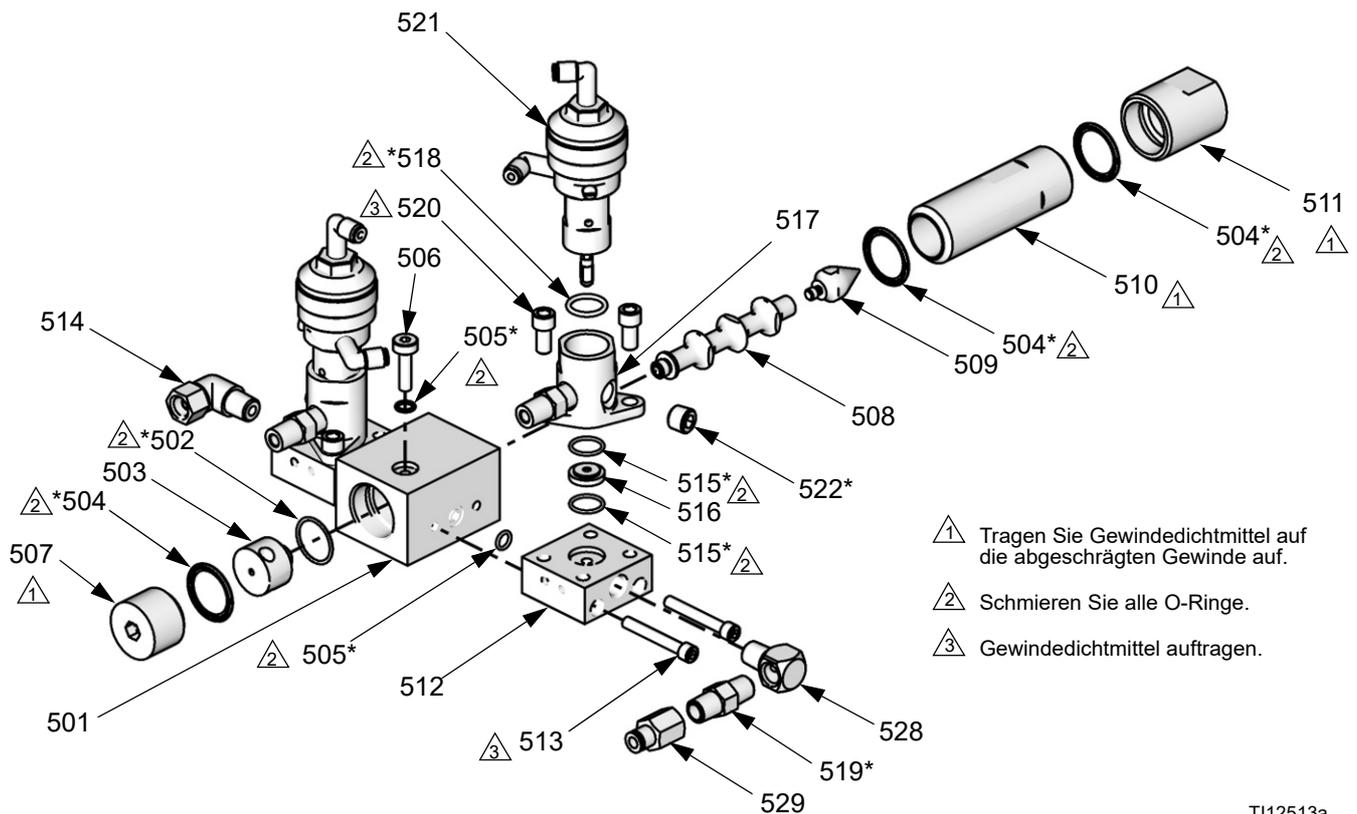

ABB. 35: Reparatur des Verteilers
5. Schrauben Sie die Dosierkammerkappe (511) vom Gehäuse (510) ab. Überprüfen Sie den Mischer (508) und die Mischerkappe (509). Ersetzen Sie die O-Ringe (504*). ABB. 35.
6. Schrauben Sie den Dosierkammer-Verteilerstopfen (507) ab. Entfernen Sie die Dosierkammer-Basis (503). Ersetzen Sie beide O-Ringe (502*, 504*).
8. Entfernen Sie die Schrauben (520) und Adapter (517). Überprüfen Sie den Sitz (516). Ersetzen Sie die O-Ringe (515*).
9. Entfernen Sie die Schrauben (513) und die Ventilhalterungen A und B (512). Ersetzen Sie die O-Ringe (505*).
10. Entfernen Sie die Dichtungsschrauben (506) aus dem Dosierkammergehäuse (501). Ersetzen Sie den O-Ring (505*).
11. Entfernen Sie die Rückschlagventile (519*) von jedem Ventiladapter (517) und vom Winkelstück (528) auf der A-Seite des Verteilers. Ersetzen Sie alle drei Rückschlagventile. Der Pfeil auf den Rückschlagventilen muss zum Verteiler weisen.
12. Entfernen Sie die Rohrstopfen (522*) von jedem Ventiladapter (517). Wechseln Sie die Stopfen aus.
13. Bauen Sie den Verteiler in umgekehrter Reihenfolge wieder zusammen und beachten Sie dabei die Montageanleitungen in ABB. 35.